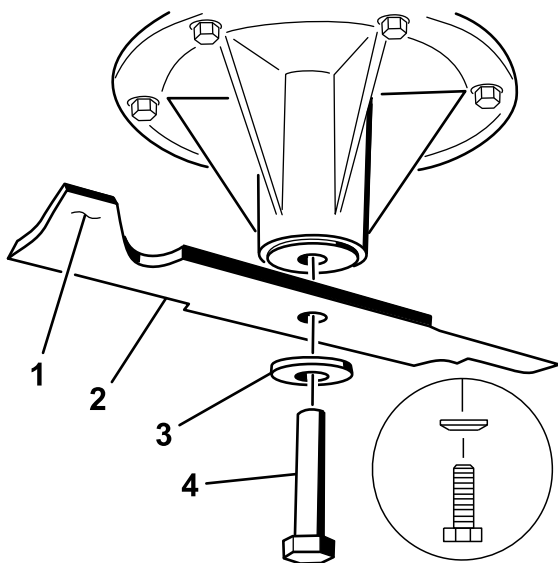

Figure 103
1. Placez la lame sur l'axe (Figure 103).
2. Mettez en place la rondelle élastique et le boulon de la lame (Figure 103).
**Remarque:** Orientez le cône de la rondelle élastique vers la tête du boulon (Figure 103).